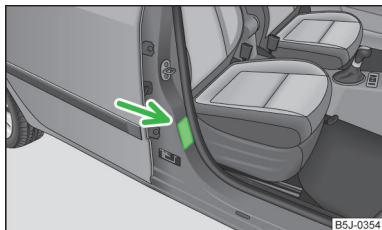

Fig. 118
- Questo rischio è segnalato anche dall'etichetta applicata sul montante centrale della carrozzeria lato passeggero » **fig. 118**. L'etichetta è visibile aprendo la porta del passeggero. Per alcuni paesi l'etichetta è applicata sull'aletta parasole del passeggero anteriore.